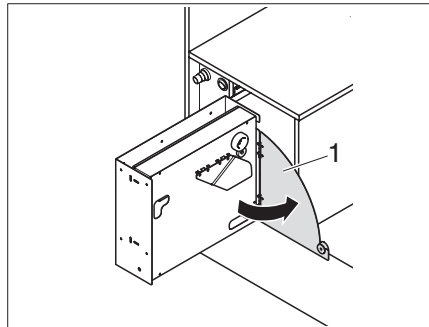

Fig. 75 Abrir la pared lateral
- ▶ Abrir la pared lateral (Fig. 75,1).